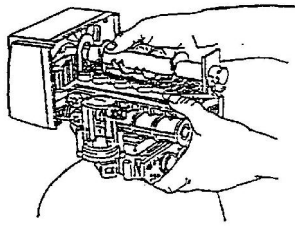

Рис. 17
6. Задвиньте кулачковый вал назад, чтобы освободить его от модуля управления. Рис.17